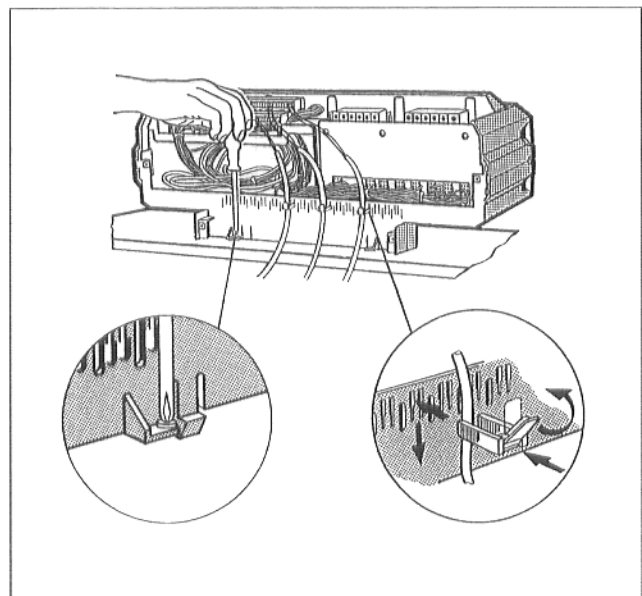

Abb. 11
- Sockel des Regelgerätes innen rechts und links im Kabeldurchgang mit 2 Blechschrauben auf der vorderen Kesselhaube anschrauben (Abb. 11).
- Kabelschellen mit eingelegtem Anschlußkabel in Schellenrahmen einsetzen und Kabel durch Umlengen des Hebels befestigen (Abb. 11).